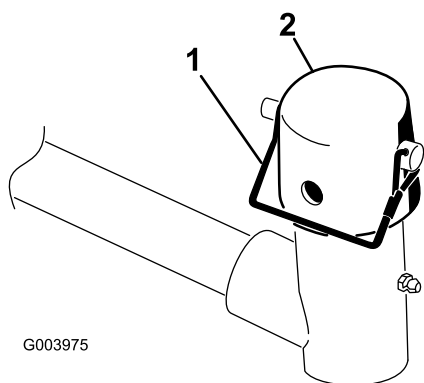

図 9
7. 昇降アームのピボットヨークからスナップピンとキャップを外す 図 9。
11. スナップピンを使って、キャップとキャリアフレームのシャフトを昇降アームのヨークに固定する 図 9。